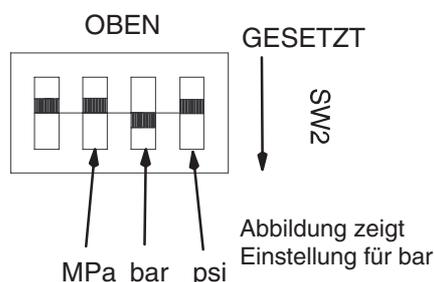

Abb. 6
4. Schalter auf der Rückseite des Displays (49) nach Bedarf einstellen. Abb. 6.